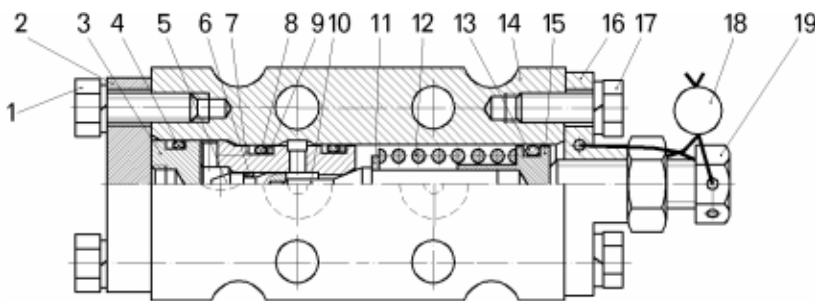

Рисунок 14.7 – Вспомогательный клапан:
- отвернуть болты 17 (рисунок 14.7) и снять крышку пружины 16;